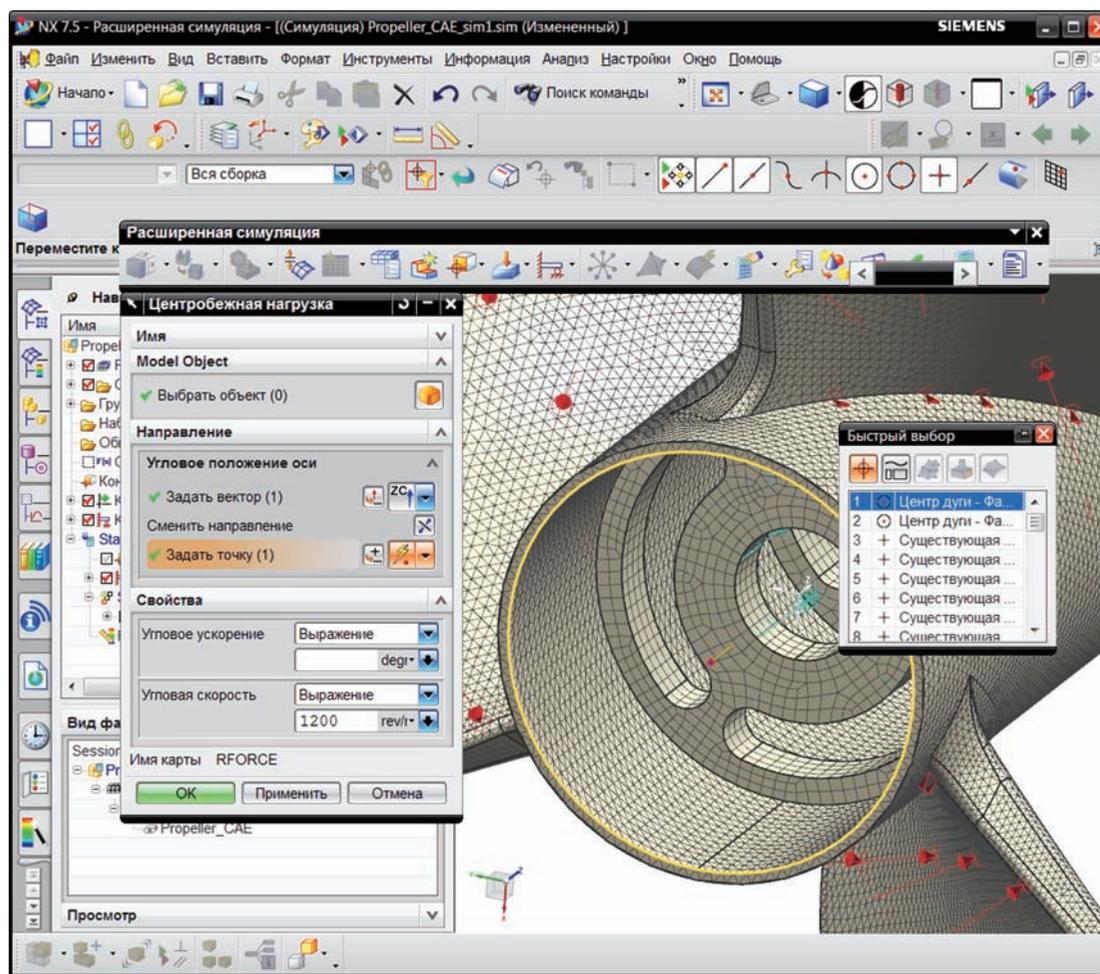

Рисунок 8.31
4.4. Приложите центробежную нагрузку, для этого из выпадающего меню **Тип нагрузки (Load Type)** (панель инструментов **Расширенная симуляция (Advanced Simulation)**) выберите команду **Центробежная нагрузка (Centrifugal)**. В диалоговом окне укажите (рис. 8.31):